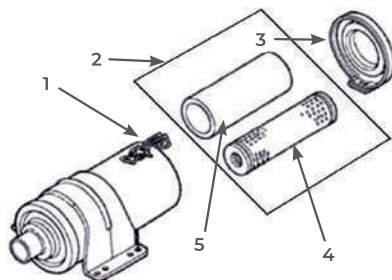

РИС. 12
1. Отстегните защёлку 1 и снимите крышку 3 воздушного фильтра (Рис. 12).
2. Извлеките воздушный фильтр 2 в сборе (Рис. 12).